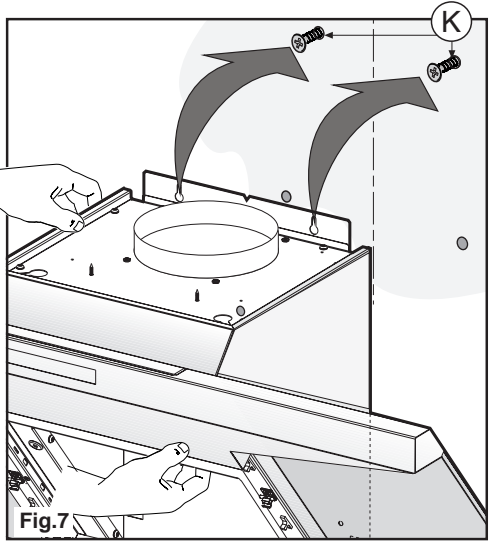

Fig.7
- Posizionare l'apparecchio al muro, allinearlo in posizione orizzontale e avvitare le viti **K** (fig.7).